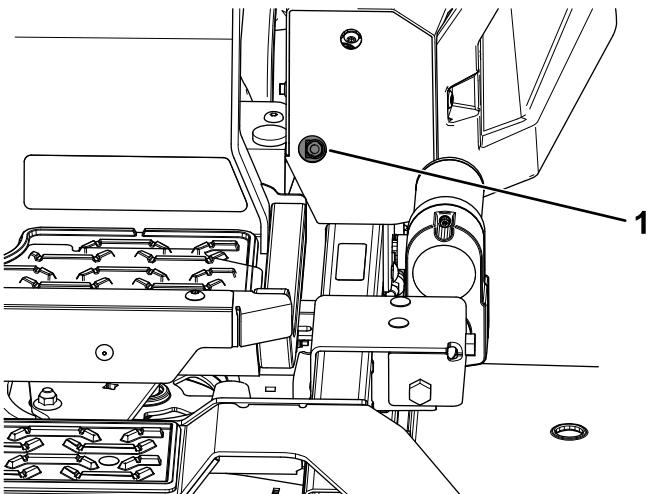
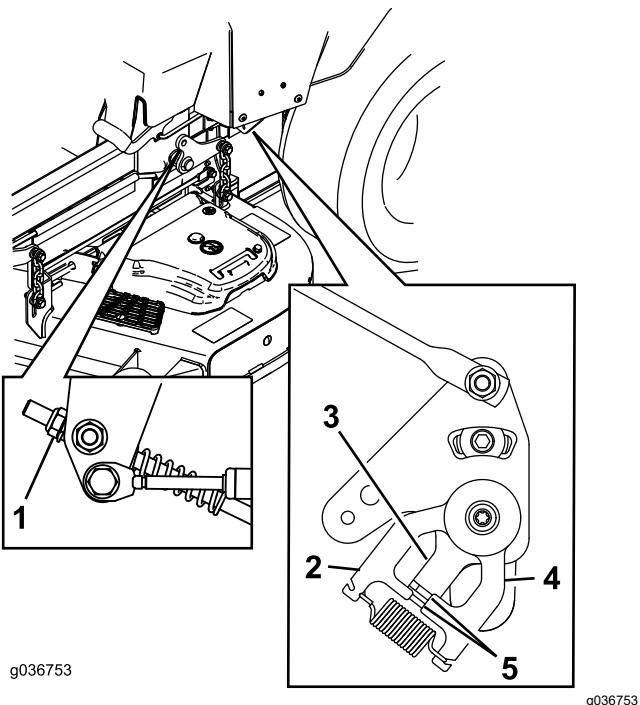

Figura 89
Figura 90
11. Ajuste la longitud de las varillas de control de las bombas girando la tuerca en el sentido apropiado, hasta que las ruedas se muevan ligeramente en marcha atrás (Figura 89 y Figura 90).